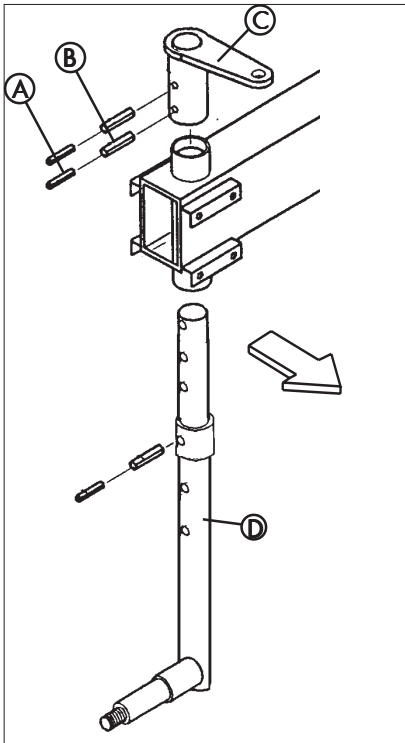

Fig. 2-1
Pour ce faire, démonter les goupilles de serrage (A + B) du levier de commande (C). Tourner l'essieu (D) vers l'extérieur (fig. 2-1).